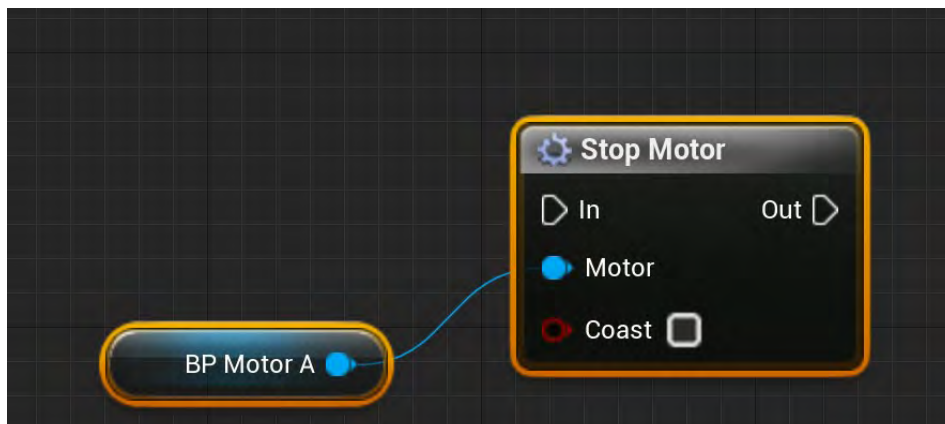

図 3-31
- **Stop Motor** ノードは、自身につながれているモーターを制御します。図 3-31 は、**BP_Motor_A** が回転していれば停止するためのブループリントの設定を示しています。**Coast** 入力は、オンであれば惰力で回転してからゆっくりと停止し、オフであれば直ちに回転を停止するように、モーターに指示します。図 3-31 では、オフになっているのでモーターは直ちに停止します。